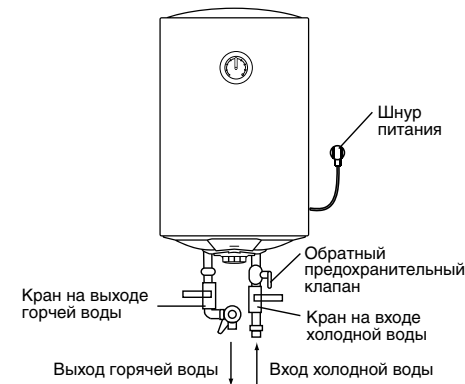

Рис. 5
3. Предохранительный обратный клапан следует установить в месте входа воды (см. рис. 5).